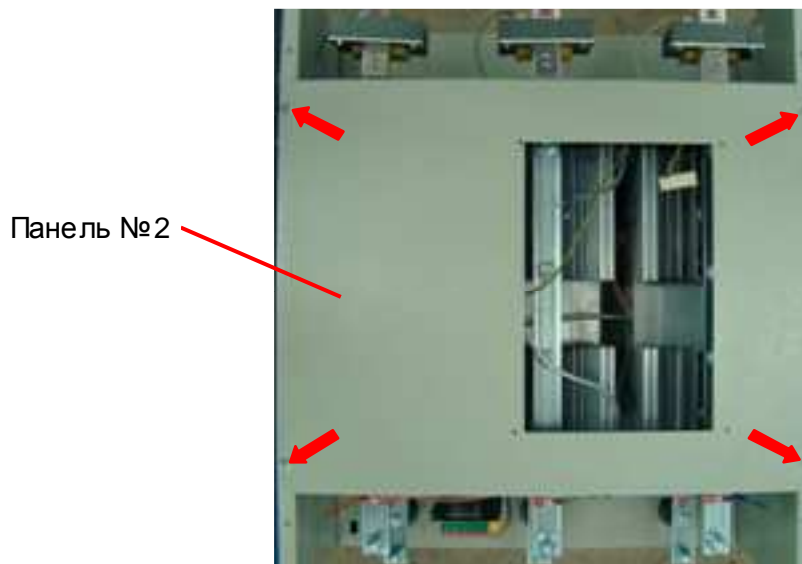

Рис. 6.20
- 6.13.4. Выкрутить четыре винта (рис. 6.20, красные стрелки), демонтировать панель №2 и положить ее в тару.